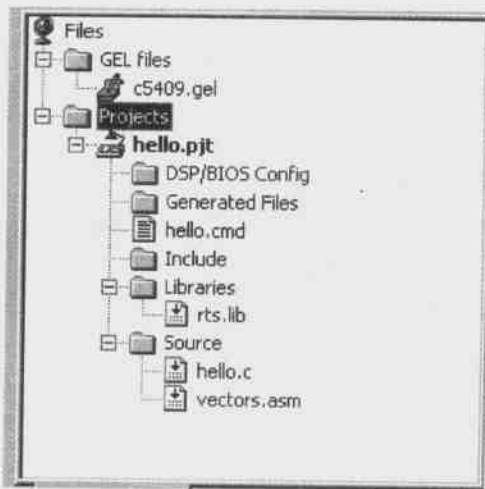

图 4.4 展开后的工程文件
(2) 用同样的方法, 把文件 D:\application\ccs\tutorial\sim54xx\hello1\vectors. asm 也添加到工程 hello. pj1 中。vectors. asm 中包含的是将 RESET 中断并指向 C 程序入口 c_int00 的汇编指令。用户可以在 vectors. asm 中自定义中断矢量, 如果需要调试的程序比较复杂, 也可以使用 DSP\BIOS 定义的所有中断矢量。
(3) 将 hello. cmd 加入到工程 hello. pj1 中。该文件是本工程的存储器地址分配配置。
(4) 将 rts. lib 加入到工程 hello. pj1 中。该文件是 C 语言开发的 DSP 应用程序的运行支持库文件。
(5) 在工程视图窗口中单击所有的“+”号, 可以看到整个 hello 工程的结构, 如图 4.4 所示。